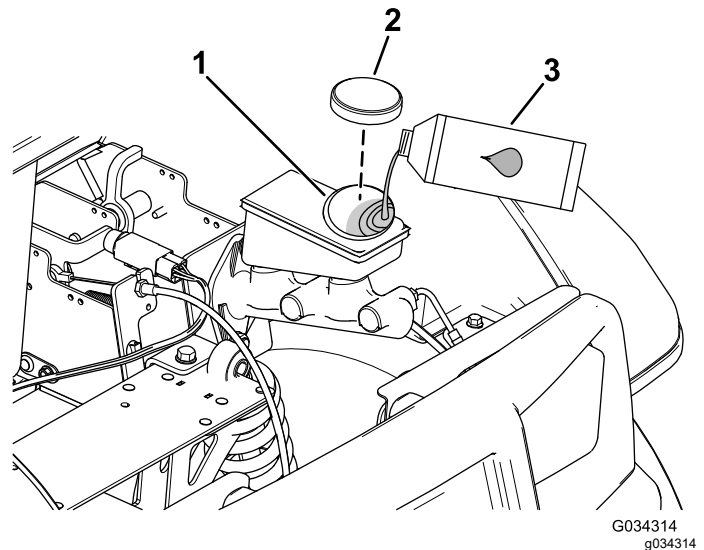

Figura 61
4. Sollevate il cofano per avere accesso al cilindro del freno principale e al serbatoio (Figura 61).
- A. Pulite l'area intorno al tappo del serbatoio e togliete il tappo (Figura 61).
- C. Montate il tappo sul serbatoio (Figura 61).